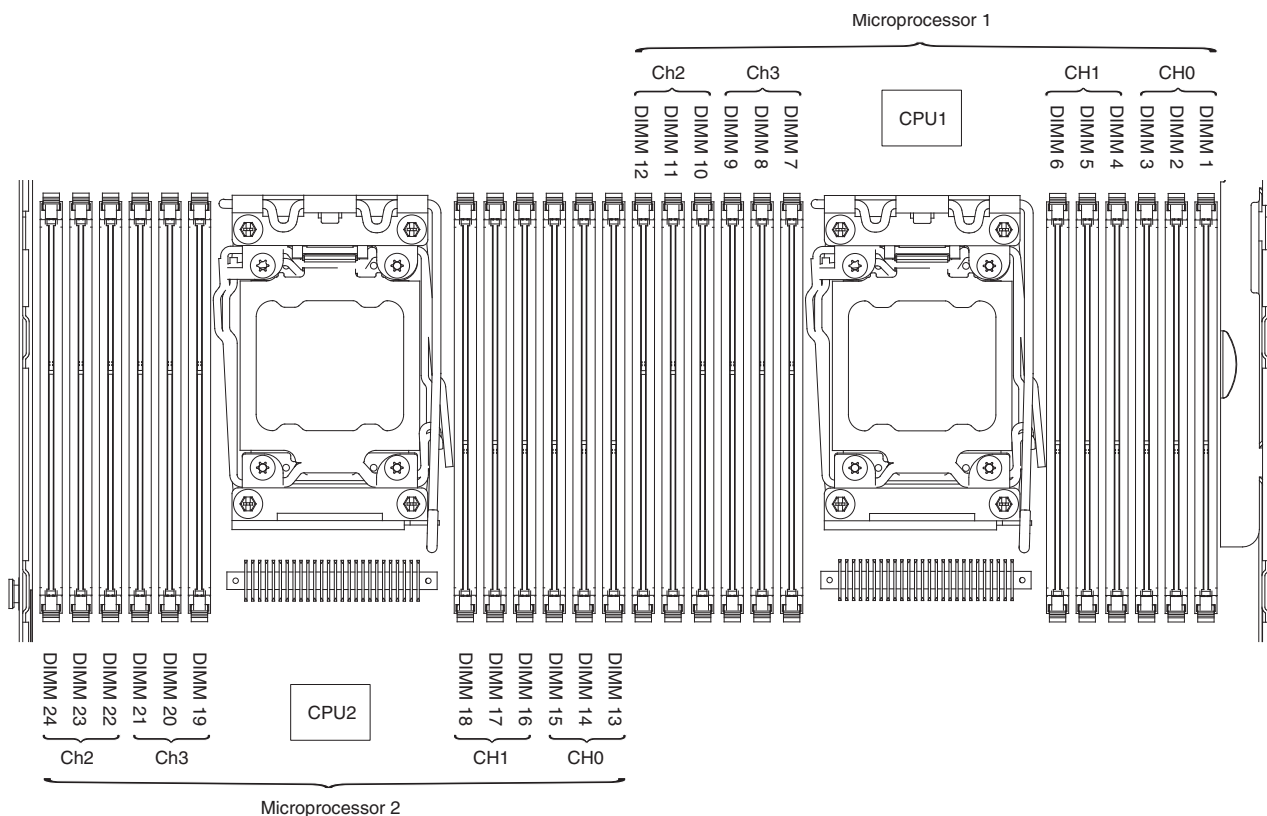

Figura 76. Locais nos Conectores DIMM na Placa-mãe
- O nó do SAN Volume Controller 2145-DH8 usa quatro módulos nos slots DIMM 1, 4, 9 e 12 (e quatro módulos nos slots 13, 16, 21 e 24 se o segundo processador se ajustar), conforme mostrado em Figura 76 na página 94.